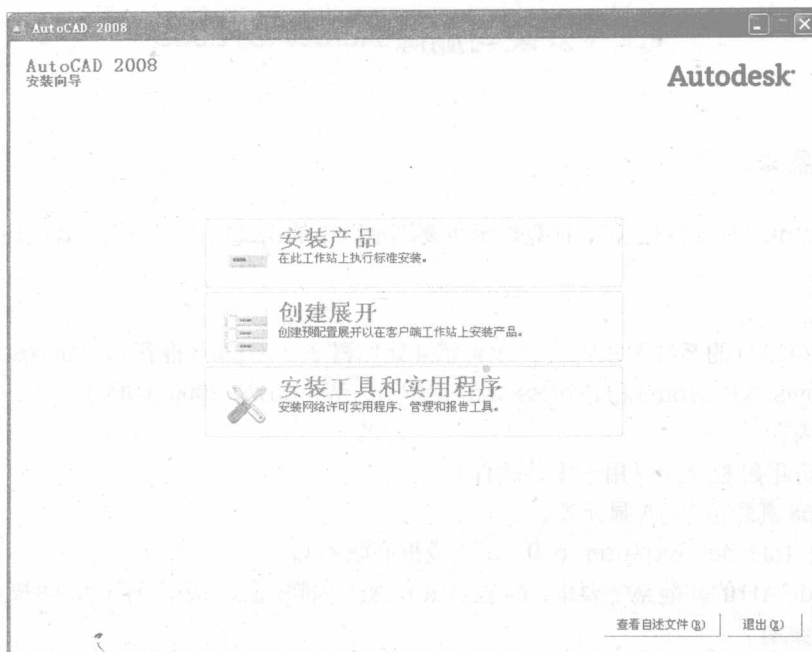

图 1-2-1
(1) AutoCAD 2008 安装光盘共 2 张。将 AutoCAD 2008 光盘 1 放入计算机的 CD-ROM 驱动器,此时会自动打开 AutoCAD 2008 安装对话框。
(2) 在对话框中点击“安装产品”按钮,如图 1-2-1 所示。